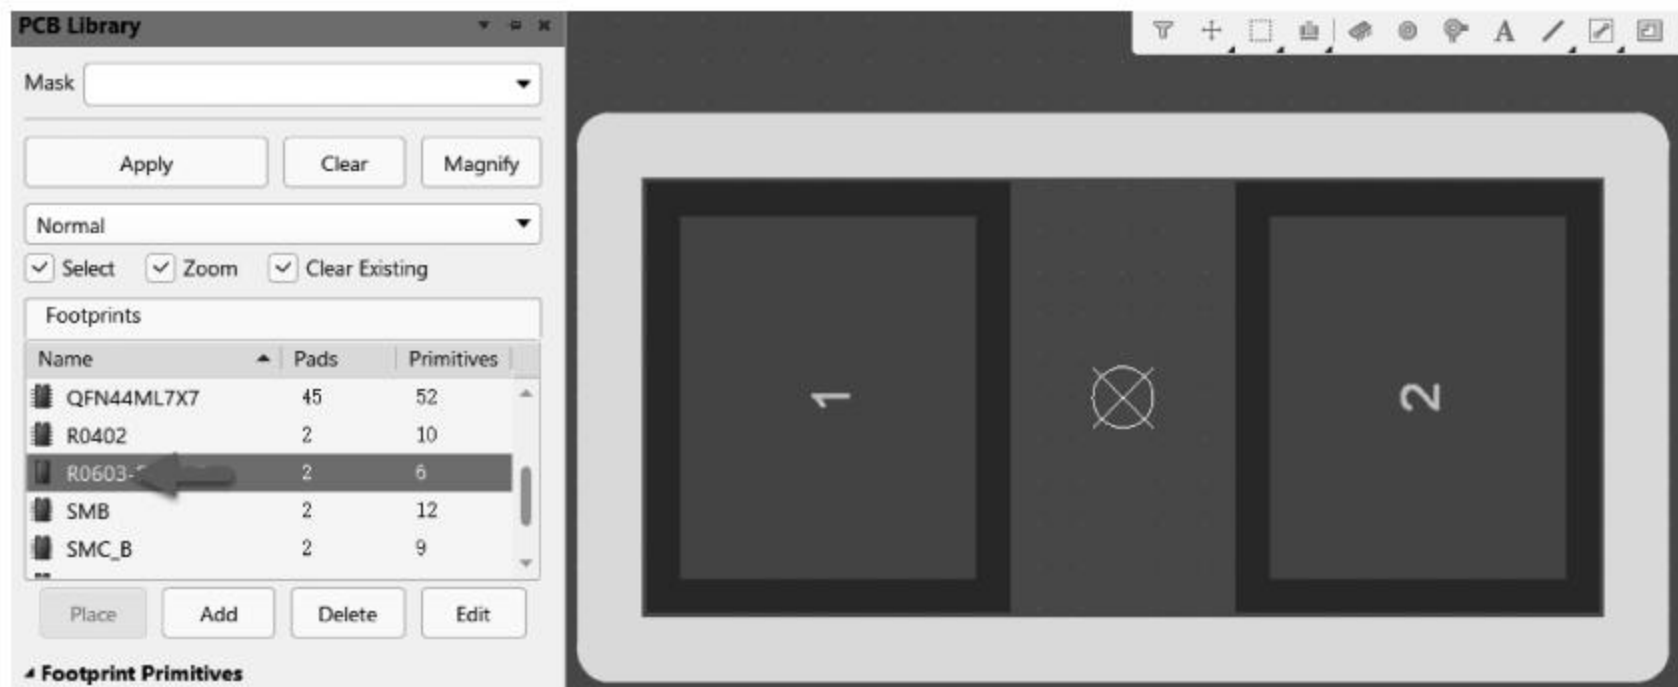

图 3-55 0603R 电阻封装
- (1) 打开封装库,找到 0603R 封装,如图 3-55 所示。